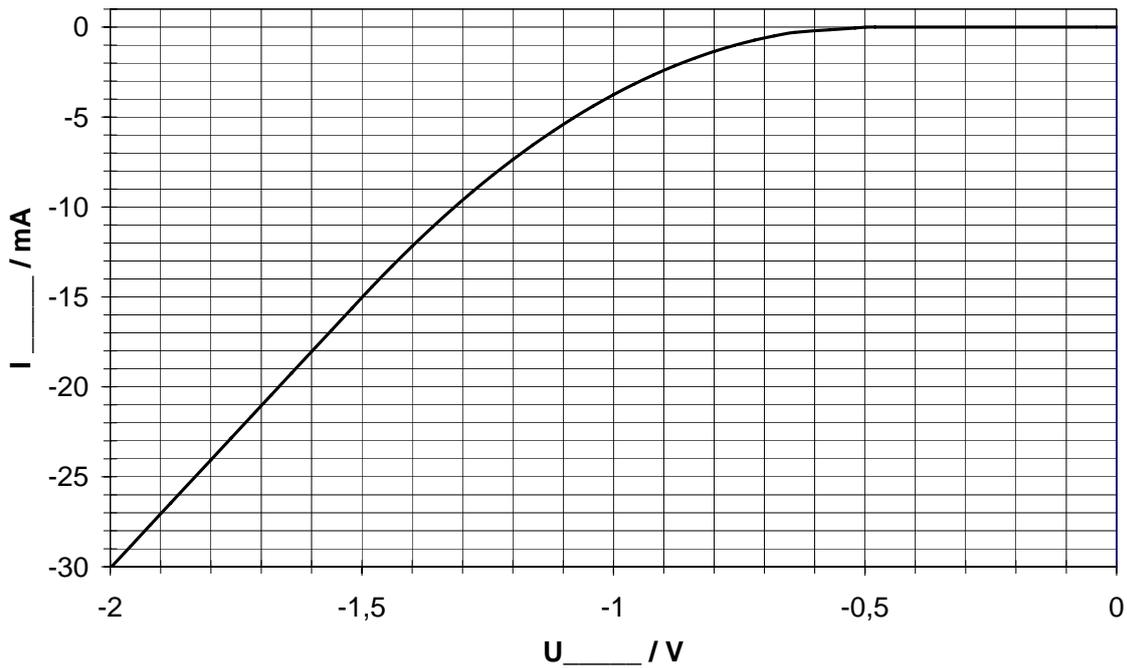

Abbildung 4.2: Steuerkennlinie
- 4.2 Bei einem MOSFET wird die in Abb. 4.2 dargestellte Steuerkennlinie bei einer Drain-Source-Spannung von $U_{\text{DS}} = -1\text{V}$ gemessen. Die Kanallängenmodulation sei zu vernachlässigen.
- c) Bestimmen Sie mittels Abb. 4.2 den Wert der Schwellspannung und der Transistor-
Der Transistor, dessen Kennlinie in Abb. 4.2 dargestellt ist, wird nun bei $U_{DS} = -0,5$ V betrieben.
- e) Tragen Sie die berechneten Werte in das Diagramm in Abb. 4.2 ein und zeichnen Sie die neue Kennlinie!